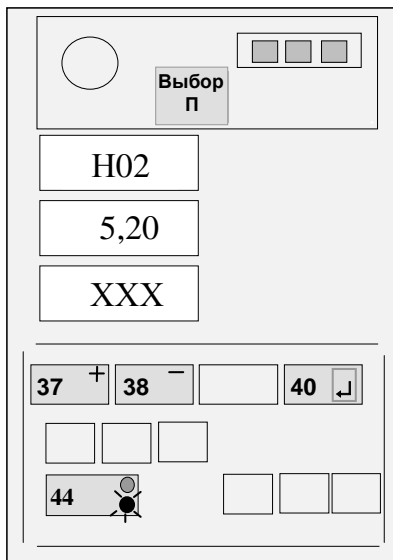

Рисунок 9
Нажимая кнопку ВЫБОР "П" (36), установить на верхнем ИЖЦ код "H02" (индикация вылета стрелы, - см. рисунок 9).
Изменяя положение датчика угла наклона стрелы (ДУГМ), добиться отображения на среднем ИЖЦ значения вылета, указанного в правом столбце таблицы 3 (см. рисунок 9) для установленного значения вылета по рулетке.